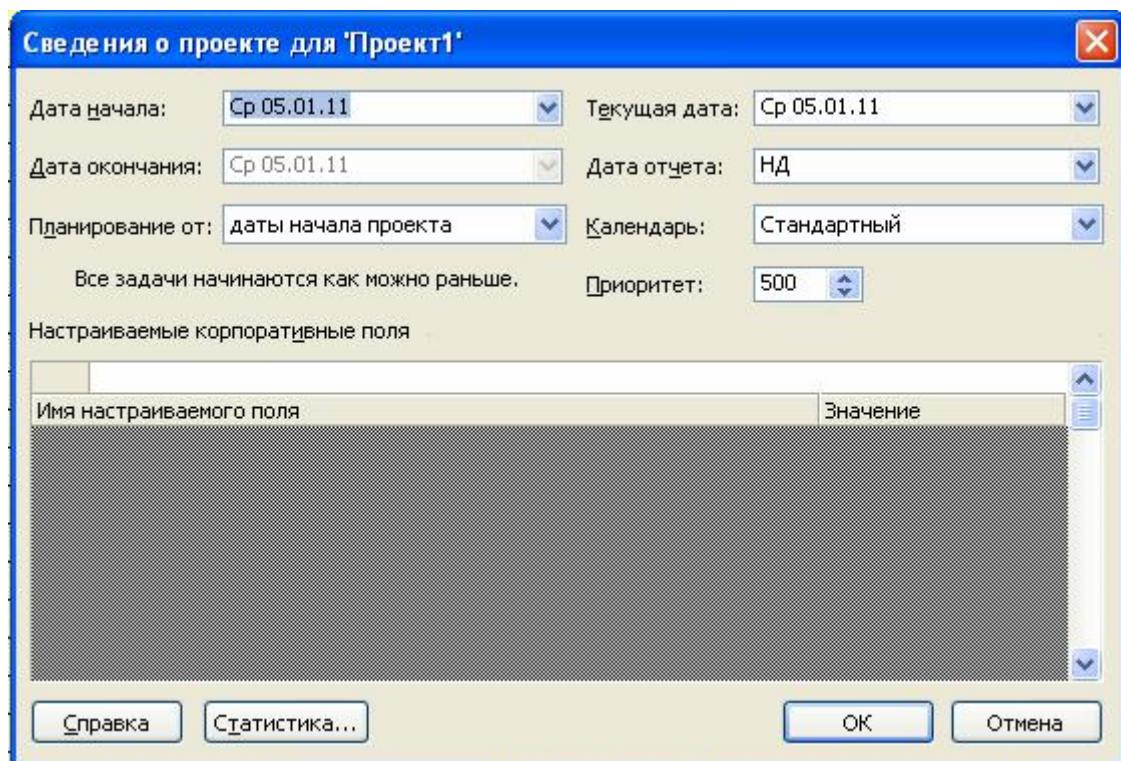

Рисунок 4.3 - Диалоговое окно "Сведения о проекте"
2. Установить параметры проекта автоматизации в целом. Для этого необходимо командой меню **Project-Project Information** (**Проект-Сведения о проекте**) открыть диалоговое окно **Project Information** (**Сведения о проекте**), в котором можно определить его общие характеристики (см. рисунок 4.3).